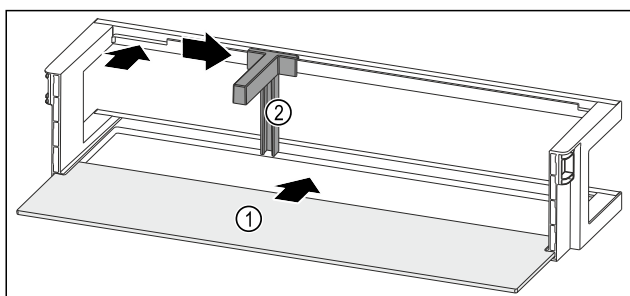

Fig. 184 Balconnet de contre-porte avec tablette de rangement
- Insérer la tablette de rangement Fig. 184 (1) dans les évidements latéraux.
- Insérer le range-bouteilles Fig. 184 (2) dans l'évidement.
- Pousser le range-bouteilles Fig. 184 (2) sur le côté en position souhaitée.